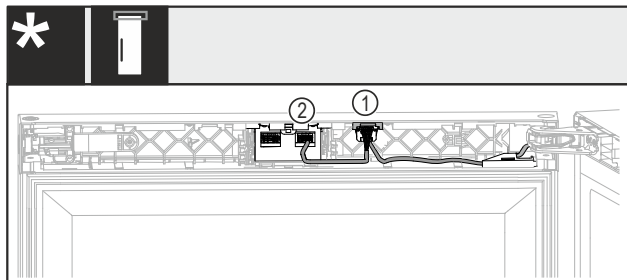

Fig. 45 Bez zámku alebo s mechanickým zámkom*
- Zasuňte zástrčku s oboma káblami Fig. 45 (1) do vedenia.*
- Zaklapnite zástrčku s jedným káblom Fig. 45 (2) do pravého hniezda.*